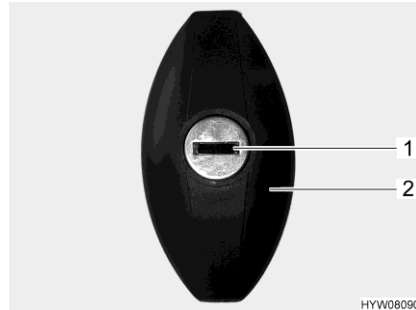

Bild 42 Klappenschloss
- Schlüssel in Schließzylinder (Bild 42,1) stecken und eine halbe Umdrehung entgegen dem Uhrzeigersinn drehen. Schlossgriff (Bild 42,2) schnappt heraus.